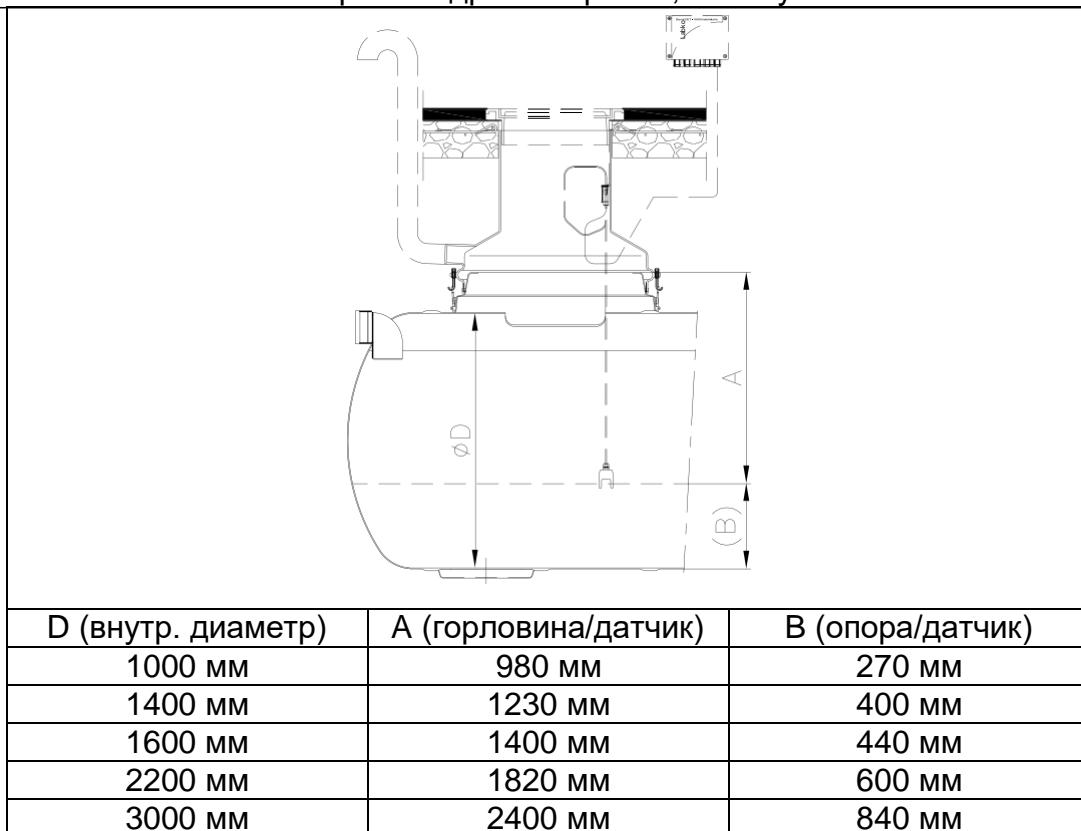

Рис. 4. Определение высоты кабеля датчика сигнализации.
6. Установите на техклодец/техколодцы резиновую прокладку. Установите техколодец EuroHUK на отделитель в строго горизонтальном положении и закрепите крепежи. Смотрите рис. 4.